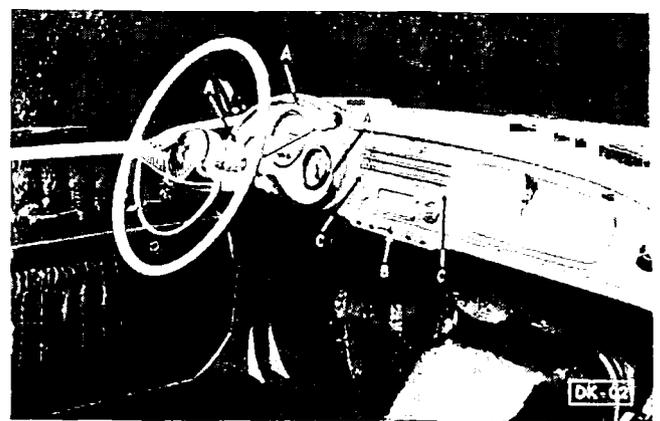

Abb. 26: Demontage des Instrumentenbretts
- 1) Durch Herausnehmen der Schrauben (A) an der inneren Seite des Bretts (Abb. 26) wird dieses frei und nach dessen Abkippen werden die eingeschalteten Instrumente leicht zugänglich.